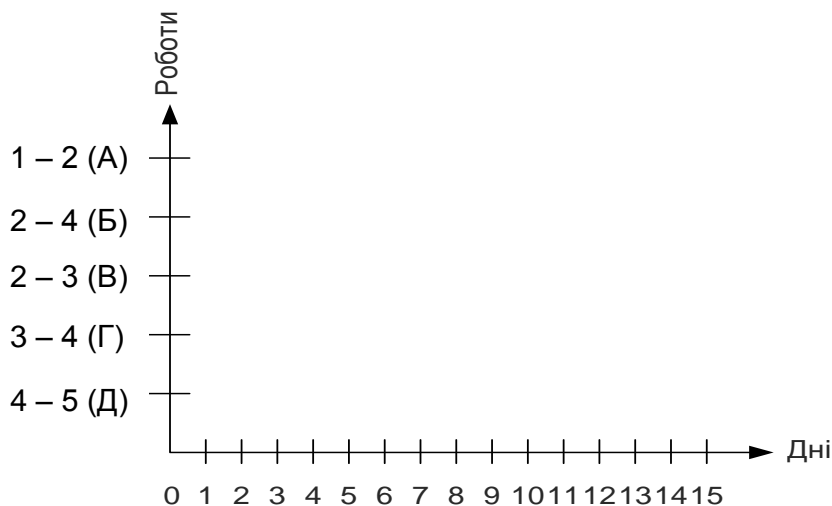

Рис. 1.16. Система координат для діаграми Гантта
1. Побудуємо систему координат. По осі x відобразимо шкалу часу в днях, по осі y – коди робіт. У нашому завданні потрібно виконати 5 робіт. Тому по осі y відкладемо 5 ділень. Враховуючи, що критичний шлях дорівнює 15 – на осі x відкладемо 15 ділень (рис. 1.16).